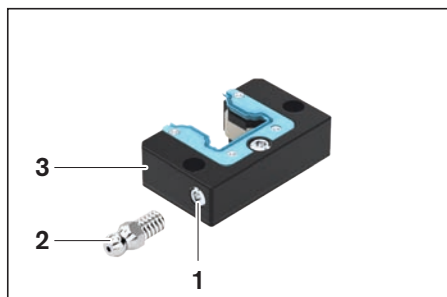

Figure 1
- ▶ Enlever la vis sans tête du trou de lubrification (figure 1, pos. 1) et la conserver.
- ▶ Visser le graisseur (2).
- ▶ Poser à plat l'unité de lubrification rapportée (3) à plat, verser la quantité d'huile suivant le tableau 1, laisser reposer env. 36 heures.